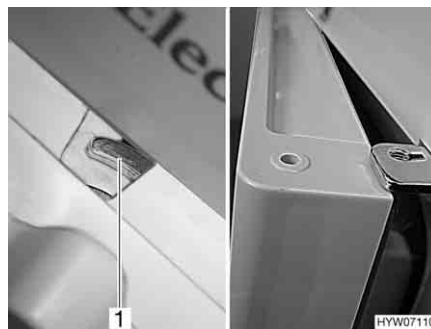

Fig. 224 Porta del frigorifero/del vano congelatore in posizione di ricircolo d'aria (serie Dometic 7 con vano congelatore separato)
- Spostare il dispositivo di bloccaggio completamente verso destra. La porta del frigorifero/porta del vano congelatore è bloccata con l'ausilio dell'arresto della porta (Fig. 224,1). In questo modo la porta del frigorifero/porta del vano congelatore rimane ferma in posizione socchiusa (Fig. 224).